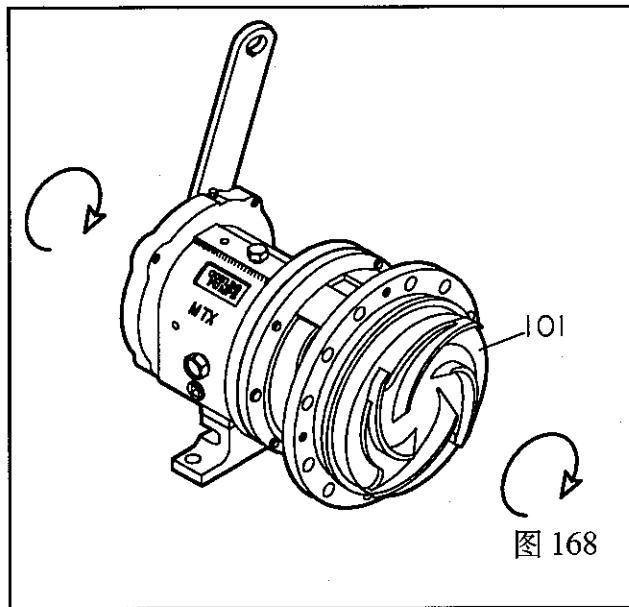

图 168
4. 装上带有O型圈(412A)的叶轮(101)，将轴扳手和联轴器键置于轴上，当叶轮(101)和轴套(126)牢固接触后，从工作台上抬起轴扳手（从叶轮端方向看为逆时针方向）并用力将轴扳手下压(从叶轮端方向看为顺时针方向)，快速撞击几下，叶轮将被旋紧(图 168)。